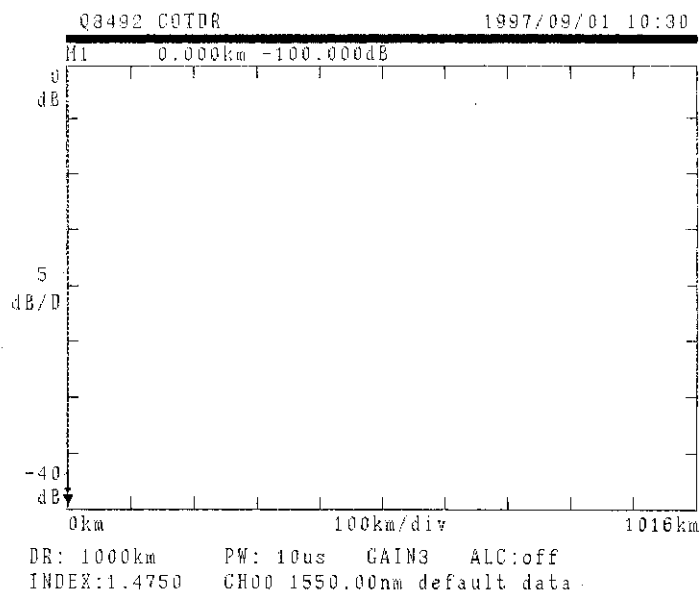

図 1-8 電源投入直後の表示画面
セルフ・テストを完了すると、画面は初期画面になります(図 1-8 参照)。
- ⑤ もし、表示が図 1-8 と異なる場合は、PRESET キーを押して設定条件を初期化して下さい。
(2) 光源ユニット